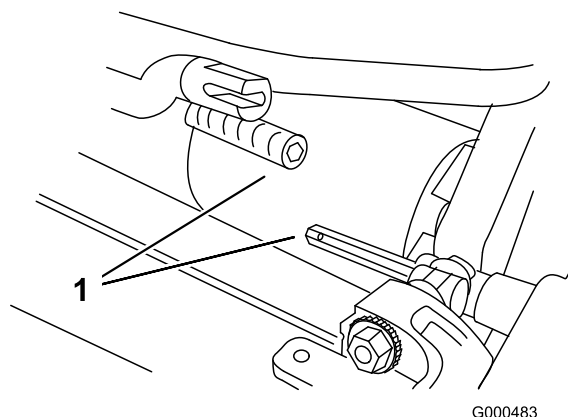

Рисунок 4
- Задвиньте режущий блок под тяговый блок и влево, чтобы подсоединить муфту трансмиссии (Рисунок 4).